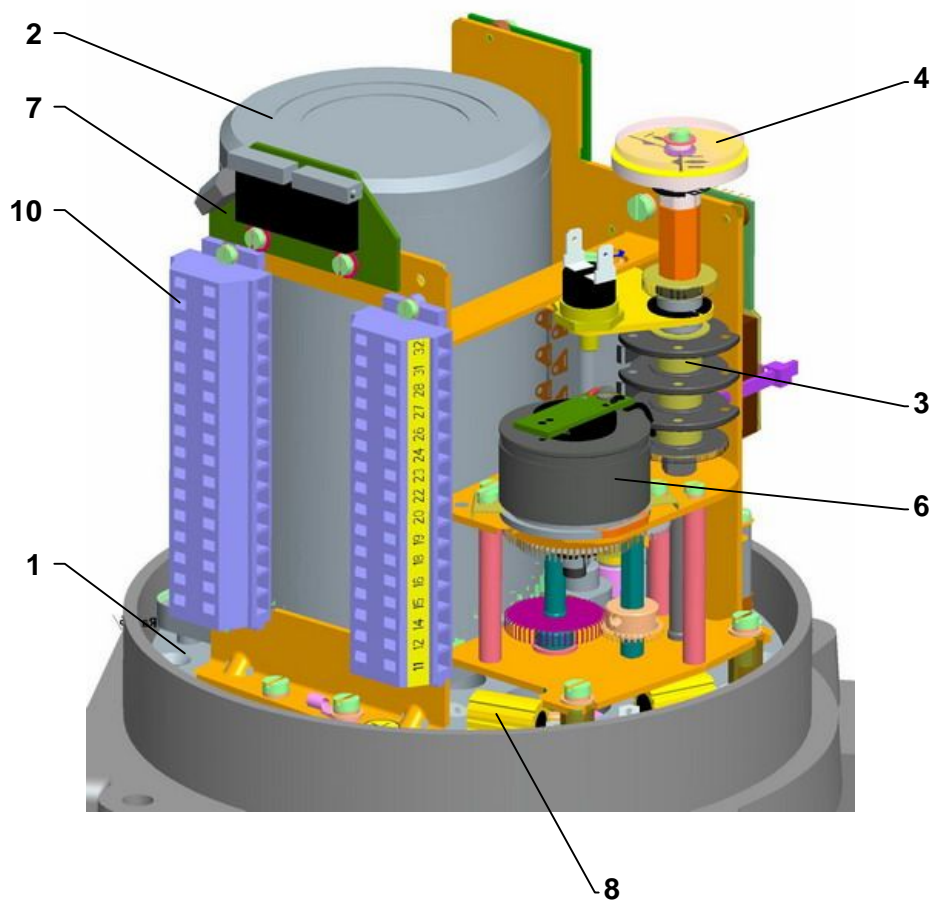

Рис.1
Управляющая часть (рис. 1,1a,1b) размещена на пульте управления (1), который содержит:
- электродвигатель (2) (в случае однофазного изготовления с конденсатором)
- моментную единицу (5) - управляемую аксиальным передвижением шнека
- узел положения и сигнализации (3) с датчиком положения (6) (омическим, емкостным или электронным датчиком положения (7) и с механическим местным указателем положения (4)
- отопительный нагревательный элемент (8) с тепловым реле
- электронный модуль (9)
- электрические присоединение с помощью **клеммной колодки** (10) (размещенных в пространстве управления) и кабельных концевых втулок в исполнении Ex d и прямым входом с залитыми жилами.
Рис.1а
Рис.1б